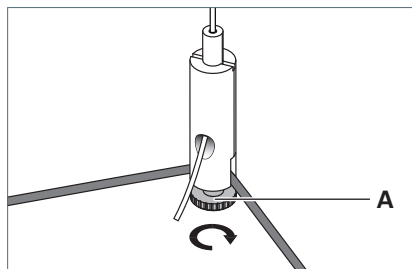

Fig. 19: Allineamento dell'apparecchio.
- Per allineare l'apparecchio d'illuminazione, allentare la vite **A** sul fermacavo, vedi Fig. 19.